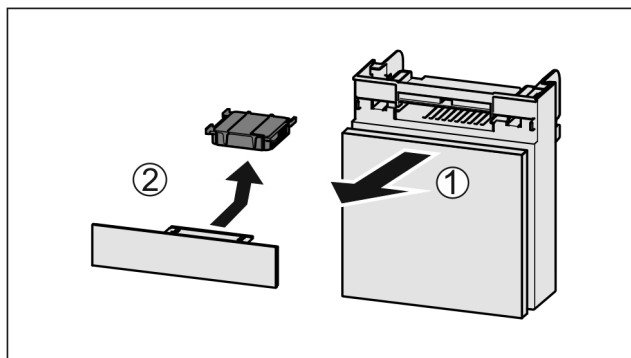

Fig. 180
- Zásuvku vytáhněte dopředu Fig. 180 (1).
- Filtr s aktivním uhlím vyjměte Fig. 180 (2).